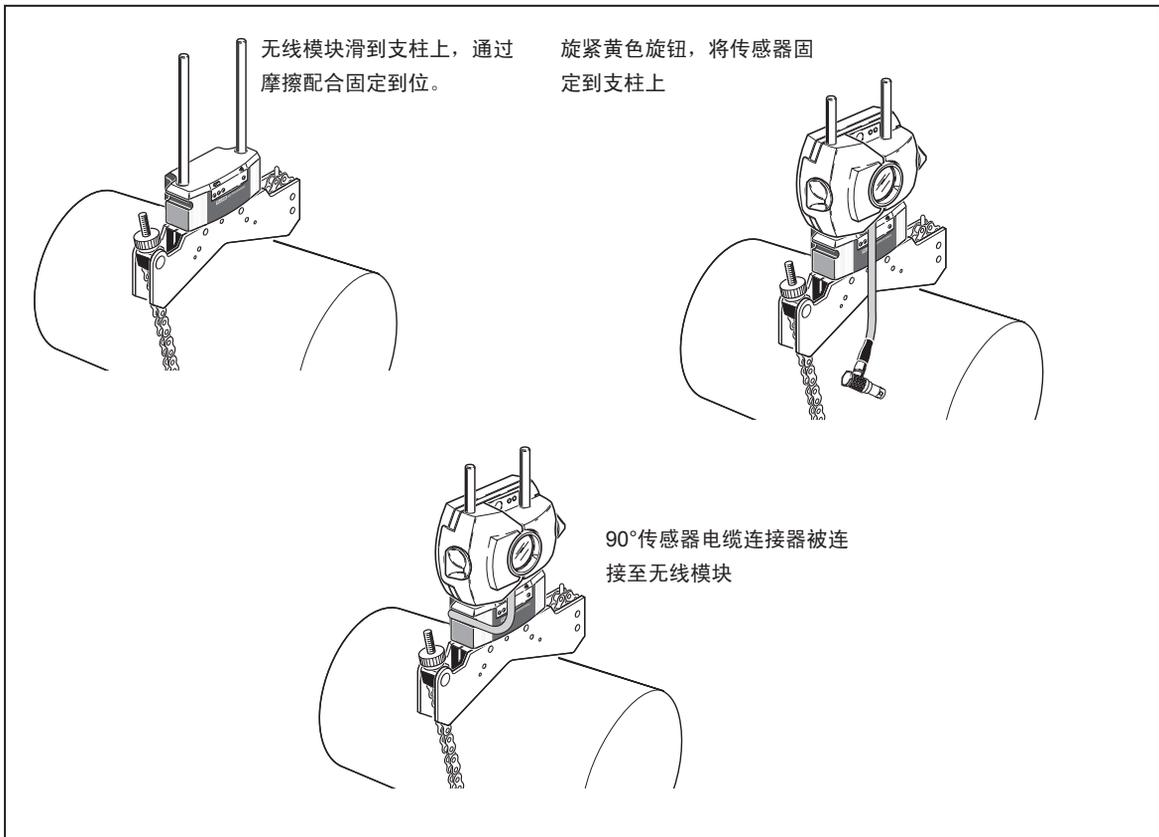

图 7-2. 安装无线模块和传感器
1. 将支柱固定于左侧机器（通常为固定机器）的轴上，然后将无线模块安装于支柱上 - 正常工作位置视图。模块扣紧在支柱上。建议将无线模块慢慢滑至支架框上（见图 7-2）。
2. 将传感器与无线模块一起安装于同一支柱上。确保已将黄色旋钮旋松，便于传感器滑至支柱上。将传感器下调，尽量与无线模块相靠近（参照图 7-2）。
4. 使用无线模块电缆将传感器连接至无线模块（见图 7-2）。